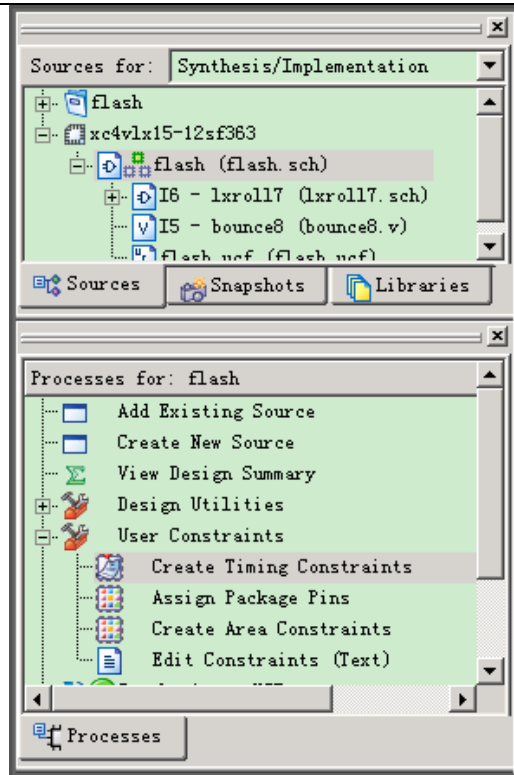

图 2.11 启动 Constraints Editor 的方法
(1) 在 ISE 的资源管理窗口中，选择需要添加约束的顶层文件，在“Processes”窗口中，打开“User Constraints”，双击“Create Timing Constraints”，如图 2.11 所示。